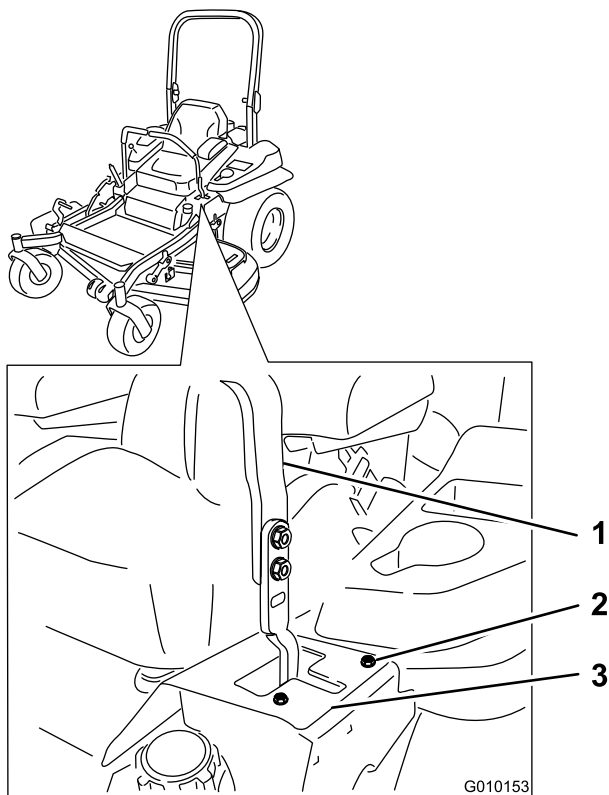

Figura 61
- Si la máquina se desvía hacia la derecha, afloje los pernos y ajuste la chapa del tope izquierdo hacia atrás en la ranura en T de la izquierda hasta que la máquina avance en línea recta (Figura 61).
- Si la máquina se desvía hacia la izquierda, afloje los pernos y ajuste la chapa del tope derecho hacia atrás en la ranura en T de la derecha hasta que la máquina avance en línea recta (Figura 61).
8. Apriete la chapa del tope (Figura 61).